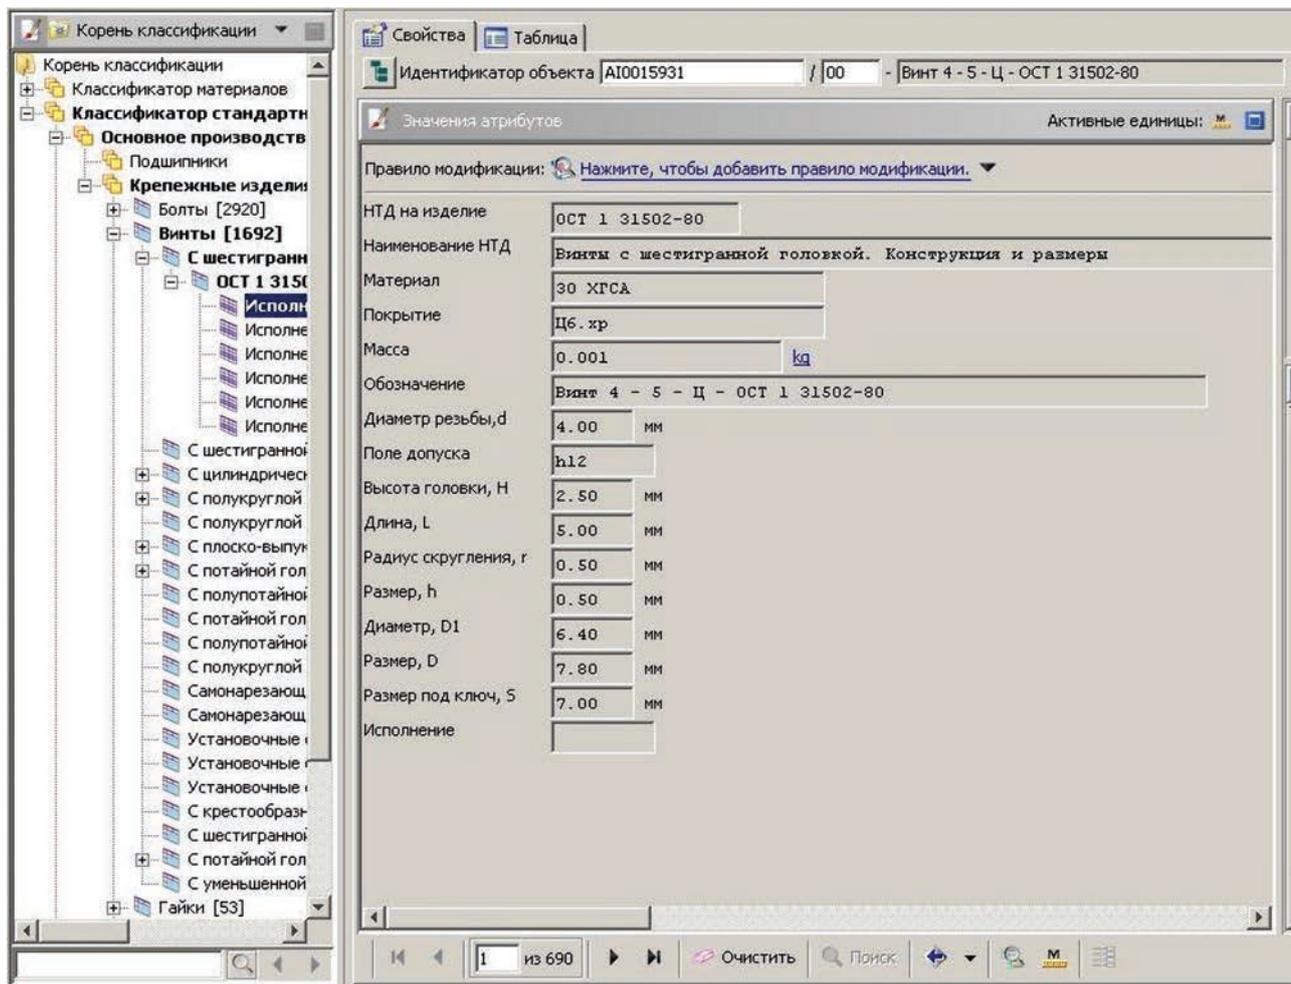

Рисунок 16.6
- выбрав конкретный экземпляр класса, в таблице после двойного щелчка на нем левой кнопкой мыши отобразятся его свойства (рис. 16.6).